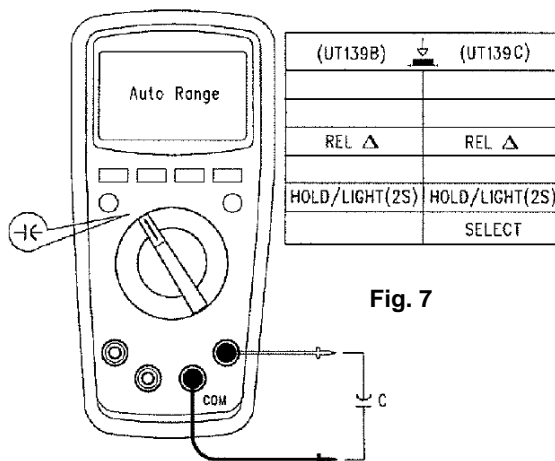

Fig. 7
- Conectati sondele de masurare la terminalele potrivite dupa cum se mentioneaza mai sus, pentru a evita afisarea de erori. Ecranul LCD va afisa simbolul **OL** indicand faptul ca dioda masurata este intrerupta sau polaritatea este inversata. Unitatea de masura pentru dioda este Voltul (V).
5. MASURARE CAPACITATE (doar pentru UT139B/C) (fig.7)